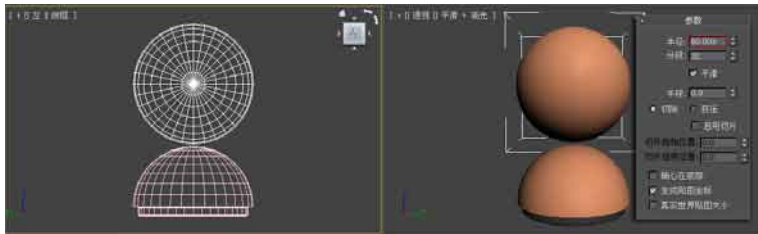

图3.16 创建球体
- 07 单击 **球体** 按钮，在左视图中创建一个球体，设置其参数，并命名为“外灯罩”，如图3.16所示。